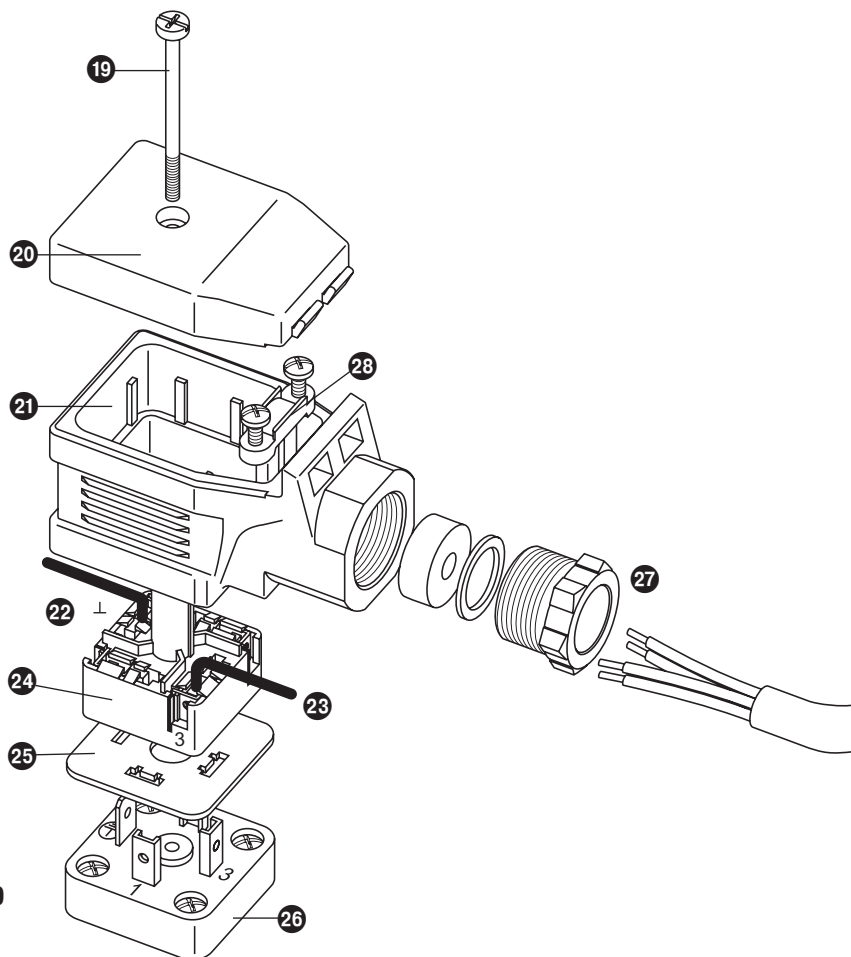

Fig. 9
1. Schraube **19** lösen. **Fig. 9**